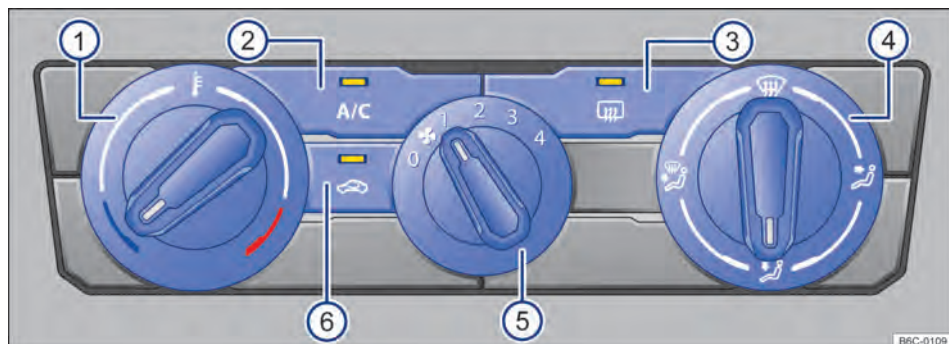

Fig. 84 Comandos do ar-condicionado.
- *Ar-condicionado*: girar o regulador do ventilador para o nível 0 → Fig. 84 (5).
- *Ar-condicionado*: pressionar o botão (A/C) → Fig. 84 (2) para ligar e desligar o funcionamento da refrigeração.
- *Ar-condicionado*: girar o regulador rotativo esquerdo → Fig. 84 (1).
- *Ar-condicionado*: girar o regulador do ventilador → Fig. 84 ⑤.
- *Ar-condicionado*: pressionar o botão  → Fig. 84 ⑥.
- *Ar-condicionado*: girar o regulador da direita → Fig. 84 ④ para posição desejada.
- *Ar-condicionado*: girar o regulador direito para a posição  → Fig. 84 ④.
- *Ar-condicionado*: pressionar o botão  → Fig. 84 ③.